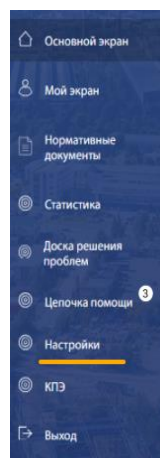

Рисунок 3.23
1. Переход в новый раздел «Настройки» осуществляется через боковое меню (Рисунок 3.23).